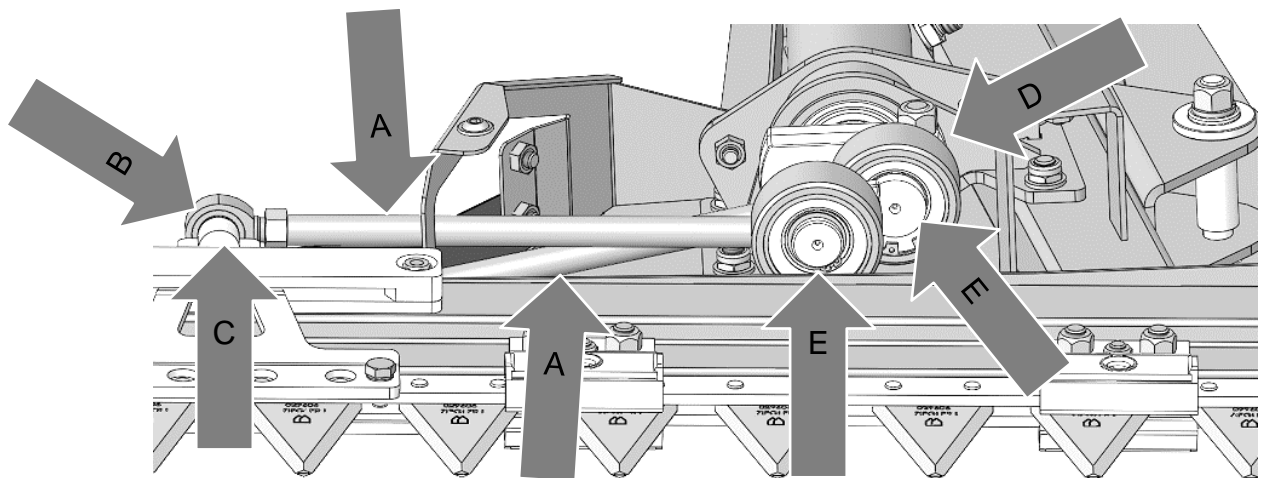

Abb. 7
**Die Kurbelwelle ist unbedingt so zu stellen, dass der Totpunkt erreicht ist. Erst dann darf die Befestigungsschraube (C) der Gummi-Metallbuchse festgezogen werden. (siehe Abb. 7)**